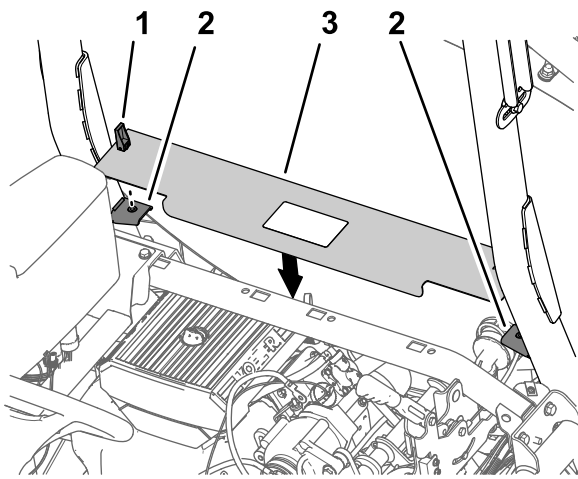

图219
1. 将发动机检修门门锁与翻车保护杆上面板支撑托架中的衬套对齐 图219。
2. 将面板组装到支架上 图219。
3. 向下转动手柄门锁将面板固定到支架上 图219。